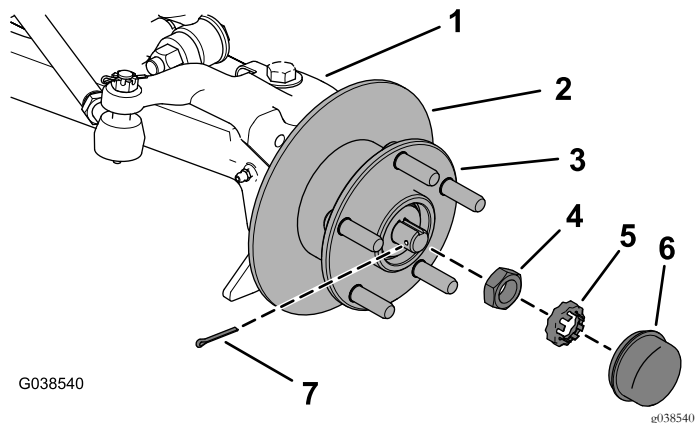

Figura 6
6. Rimuovete coperchietto antipolvere, coppiglia, fermadado e controdato e rimuovete il mozzo e il rotore dall'alberino (Figura 6).
- A. Serrate il controdamo girando il mozzo fino a quando i cuscinetti non sono in sede e serrate il controdamo a 16 - 20 N·m, come illustrato nella Figura 6.
- B. Allentate il controdamo fino a quando non è a distanza dalla rondella e dal mozzo dell'aletta e serrate il controdamo a 169 - 226 N·m, mentre ruotate il mozzo (Figura 6).
- C. Montate il fermadammo sul controdamo, assicurandovi che il foro della coppiglia sia visibile, poi montate la coppiglia (Figura 6).
- D. Montate il coperchietto antipolvere (Figura 6).